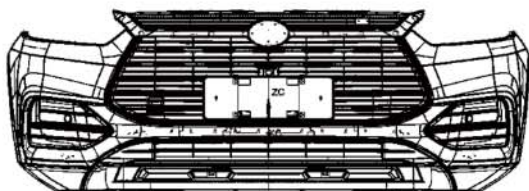

图 2-2 前格栅安装点的拆卸
- (1) 拆下安装在格栅上与水箱上横梁的 2 个六角头螺栓和 2 个胶头螺栓，如图 2-2 所示；